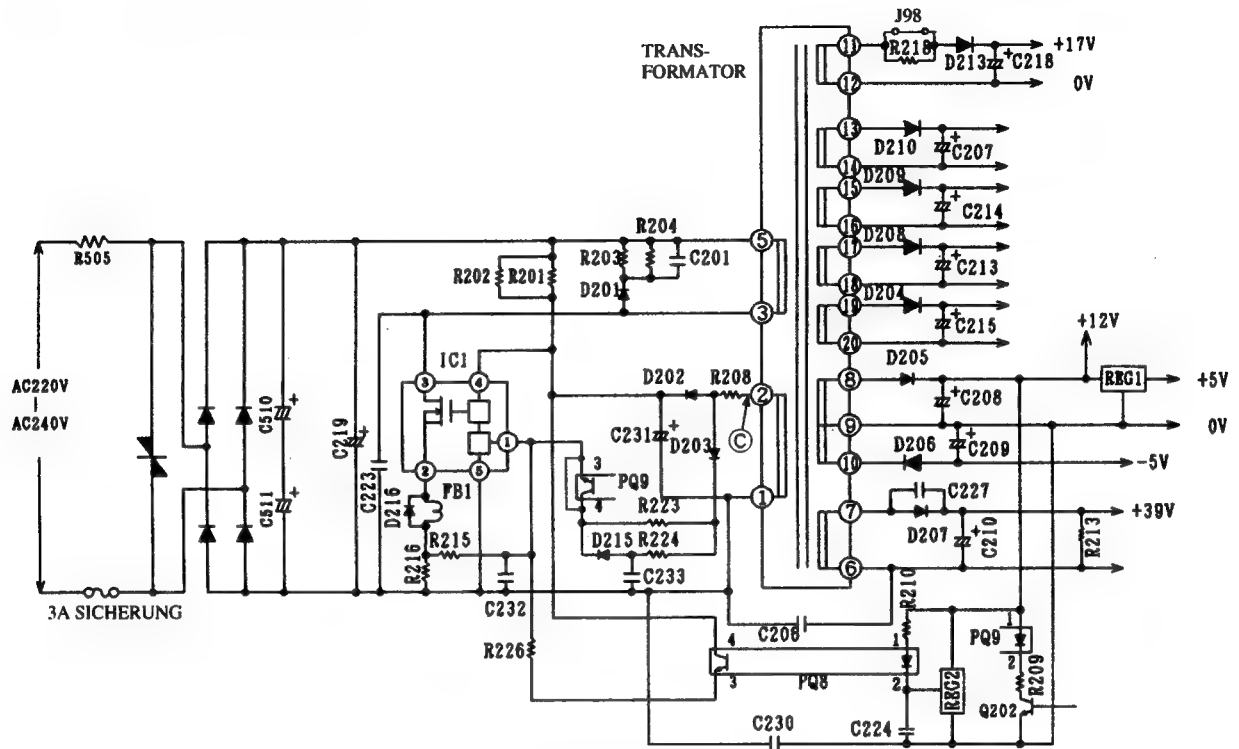

Abb. 4-1 Stromschaltkreis für Leiterplatte
- Abb. 4-1 zeigt den Stromschaltkreis für die Leiterplatte und die Wellenform für jeden Punkt.